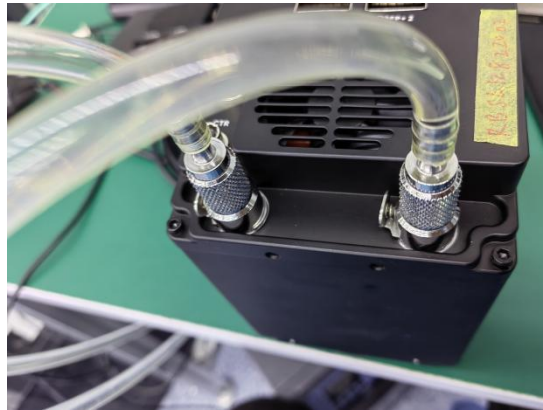

图 3-14
- 3) 将相机的水冷接头与水冷机的进出水管连接，如图 3-14 所示